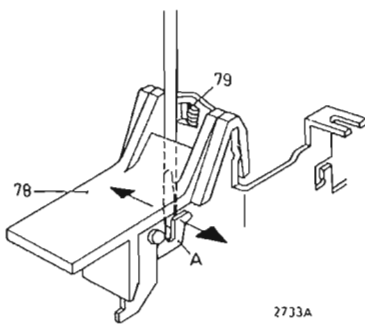

Fig. 7
- Wanneer men de weergeeftoets en de pauzetoets ingeschakeld heeft moet door bediening van de stopstoets eerst stand "Pauze" en daarna de weergavetoets worden uitgeschakeld. Instellen door lip A naar links of naar rechts te verbuigen (zie Fig. 7).